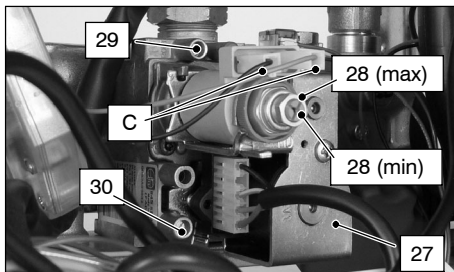

fig. 7.3
Dopo ogni misurazione delle pressioni gas, **richiudere bene** le prese di pressione utilizzate (30 e 29 in fig. 7.3). Dopo ogni operazione di regolazione gas **gli organi di regolazione della valvola devono essere sigillati**.
- 2 A caldaia spenta (fuori servizio), controllare la pressione di alimentazione utilizzando la presa 30 in fig. 7.3 e confrontare il valore letto con quelli riportati nella tabella **Pressioni di alimentazione gas** a pag. 12, 14
- 4 Aprire la presa di pressione 29 in fig. 7.3 e collegare un manometro.
Per tarare la pressione al bruciatore agire sul dado esagonale grande in ottone dell'operatore modulante 28 *max* in fig. 7.3 (ruotando in senso orario la pressione aumenta).
non vada a toccare le parti metalliche della caldaia fig. 7.3
Per tarare la pressione al bruciatore agire sulla vite in plastica (28 *min* in fig. 7.3) tenendo fermo il dado esagonale in ottone grande (28 *max* in fig. 7.3) dell'operatore modulante (ruotando in senso orario la pressione aumenta).
- 11 Collegare il filo di alimentazione "C" dell'operatore modulante fig. 7.3
- 14 **Chiudere la presa di pressione 29** in fig. 7.3 e rimontare il tappino di protezione "A" della valvola gas modulante.
- Aprire la presa di pressione 29 in fig. 7.3 e collegare un manometro.
Nella tab. 8.1 di seguito è visibile la correlazione SET programmato, tipo di gas al bruciatore e corrente misurata nei faston "C" dell'operatore modulante 28 in fig. 7.3